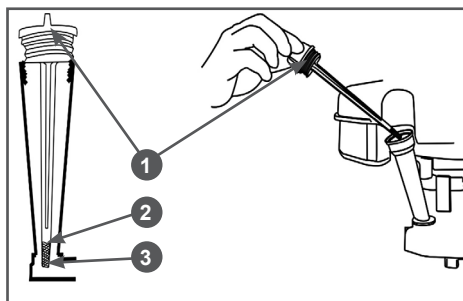

Рис. 21 Крышка-щуп маслосливной горловины
5. Осторожно открутите крышку-щуп 1 (Рис. 21) маслосливной горловины, протрите его насухо и отложите в сторону.